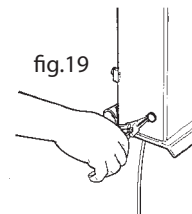

fig.19
- Togliere il "seeger" con pinze apposite e sfilare il perno (fig.19).
- Remove the "seeger" with pliers and remove the pin (fig. 19).
- Oter le "seeger" avec les pinces prévues et désenfiler le pivot (fig.19).
- Den "Seeger" mit der entsprechenden Zange entfernen und den Zapfen herausziehen (Abb. 19).
- Quite el "seeger" con las pinzas especiales y extraiga el pasador (fig.19).